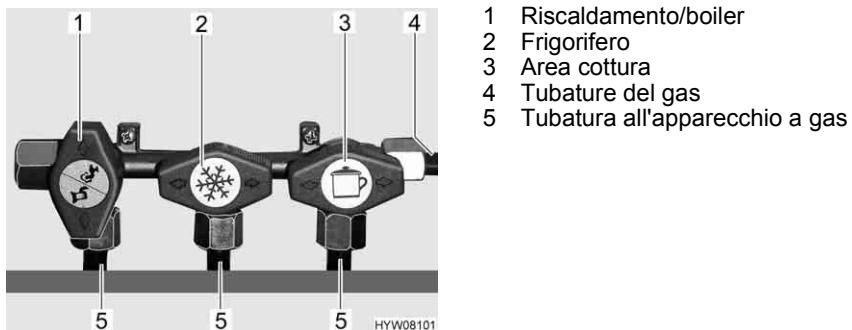

Fig. 47 Simboli dei rubinetti di arresto del gas
Nel veicolo, tutti gli apparecchi del gas sono dotati di un rubinetto di arresto del gas (Fig. 47).
- Posizionare il rubinetto di arresto del gas dell'apparecchio a gas corrispondente parallelamente (Fig. 47,1) alla tubatura (Fig. 47,5) che alimenta l'apparecchio a gas.
- Posizionare il rubinetto di arresto del gas dell'apparecchio a gas corrispondente trasversalmente (Fig. 47,2 e 3) alla tubatura (Fig. 47,5) che alimenta l'apparecchio a gas.